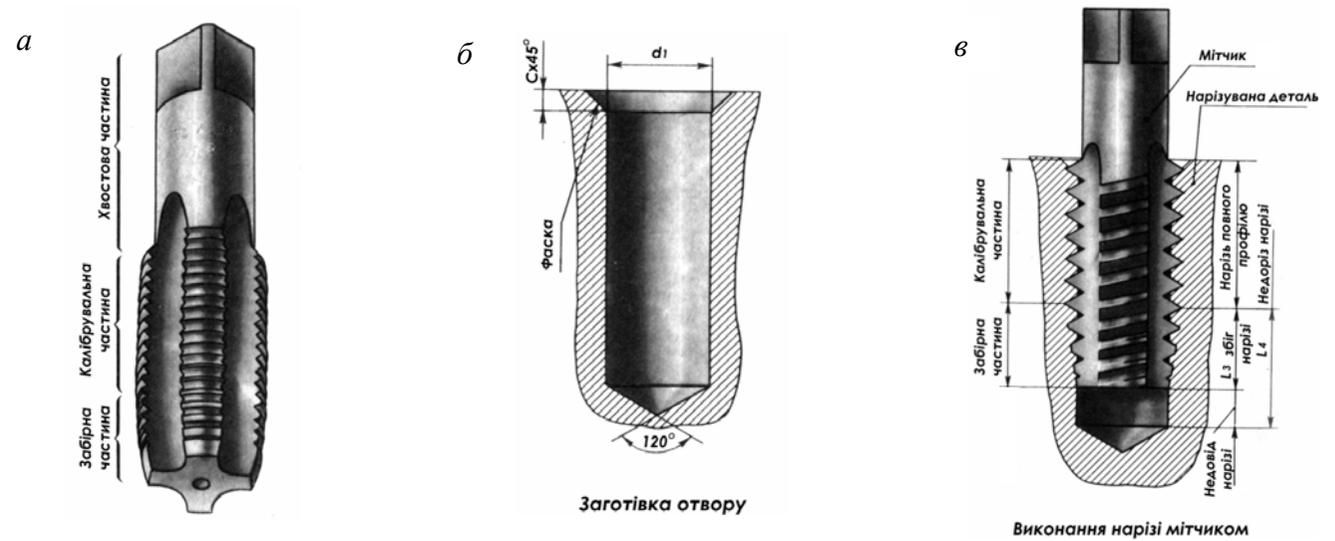

Рис. 2.98. Виконання нарізі мітчиком
**Мітчик** (рис. 2.98, а) застосовується для виконання внутрішньої нарізі (рис. 2.98, в) у заздалегідь просвердленому отворі (рис. 2.98, б), діаметр якого  $d_1$  вибирається залежно від кроку й діаметра нарізі.